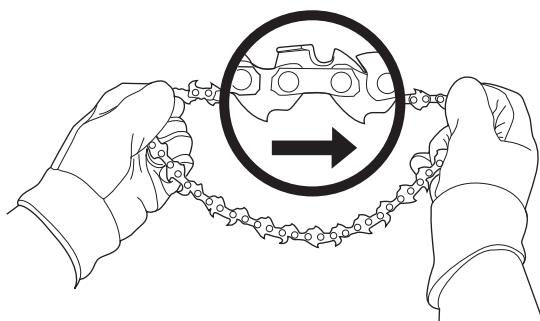

Fig. 11
- Coloque la nueva cadena en la ranura de la barra de guía con los bordes afilados de la cadena de la sierra apuntando en la dirección de rotación (Fig. 11).